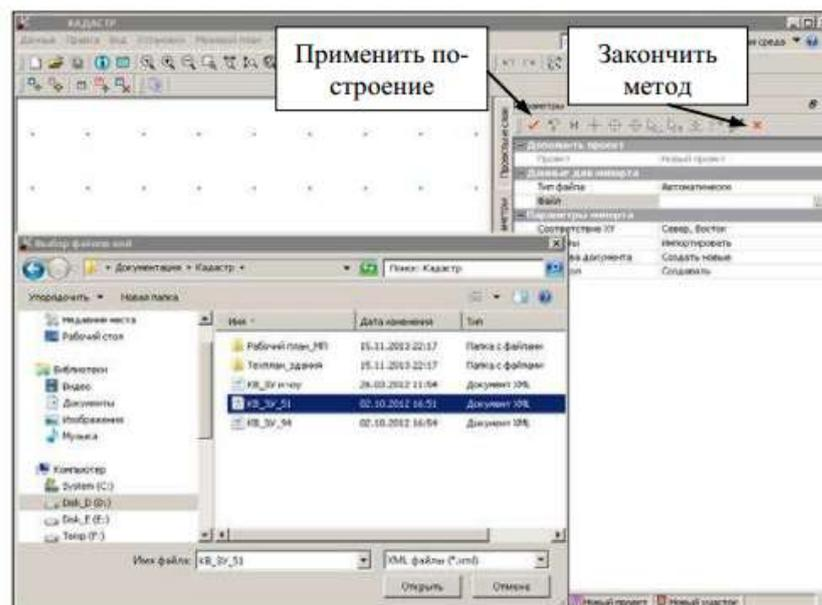

Рисунок 28– Окно параметров
- В окне параметров (рис. 28) в строке **Тип файла** по умолчанию установлено *Автоматически* (программа автоматически распознает тип файла и его версию).
- После ввода всех настроек нажмите кнопку **Применить построение** на локальной панели инструментов (рис. 28).
- Закройте окно параметров, нажав на кнопку **Закончить метод** (рис. 28)